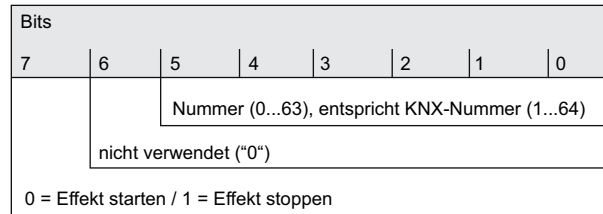

Bild 54: Struktur des Objektwerts für die Effekt-Nebenstelle
Der Aufbau des Telegrammwerts für die Effekt-Nebenstelle orientiert sich am KNX DPT 18.001, der auch bei der Szenen-Nebenstelle verwendet wird (Bild 54).
- i** Es ist zu beachten, dass der Objektwert des Nebenstelleneingangs gemäß KNX DPT 18.001 stets um "1" geringer ist, als die parametrisierte KNX-Nummer (Bild 54).